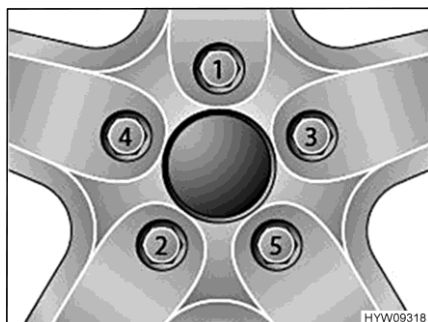

Fig. 122 Apretar las tuercas o los tornillos de las ruedas en forma de cruz
- Apretar las tuercas de rueda o los tornillos de rueda en el orden indicado en Fig. 122. Para ello, utilizar la llave dinamométrica y respetar el par de apriete prescrito.
- Comprobar periódicamente que las tuercas o tornillos de las ruedas estén firmemente apretados. Volver a apretar las tuercas de rueda o los tornillos de rueda de una rueda cambiada después de 50 km. En esto, proceder en el orden indicado en Fig. 122.
- Al utilizar llantas nuevas o recién pintadas, reajustar además las tuercas o tornillos de rueda después de 1 000 a 5 000 km aprox. En esto, proceder en el orden indicado en Fig. 122.
- ▷ Apretar en forma de cruz las tuercas o los tornillos de las ruedas (Fig. 122).